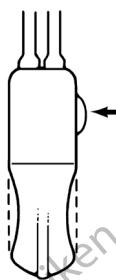

Figura 4-39. Pulse el botón de desactivación cuando note una ligera huella
3. Cuando note una ligera huella en la pera de la bomba, pulse el botón de desactivación. (**Figura 4-39**)